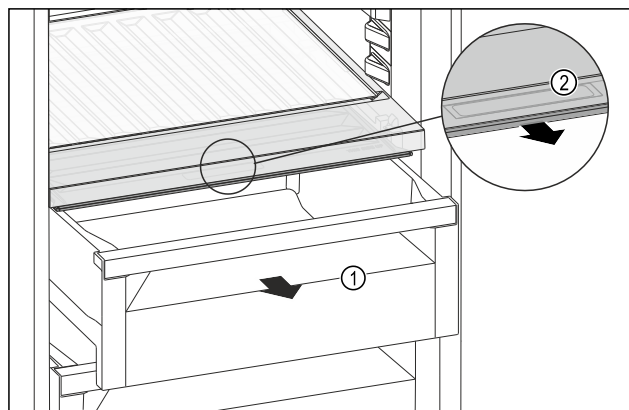

Fig. 170
- ▶ Izvucite ladicu Fig. 170 (1).
- ▶ Primite ručku Fig. 170 (2) na poklopcu pretinca i istodobno povucite poklopac pretinca prema naprijed.